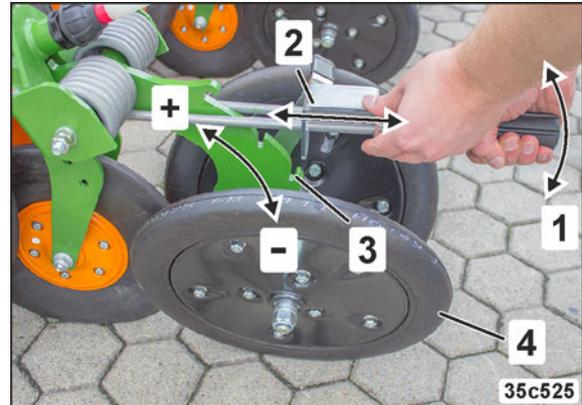

Fig. 179
Die einstellbaren Druckrollen (Fig. 179/4) schließen die Saatfurche und drücken den Boden über dem Saatgut an.
1. Den Hebel (Fig. 179/1) kurz anheben und den Reiter (Fig. 179/2) im Zahnsegment (Fig. 179/3) abstecken.